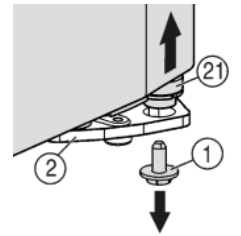
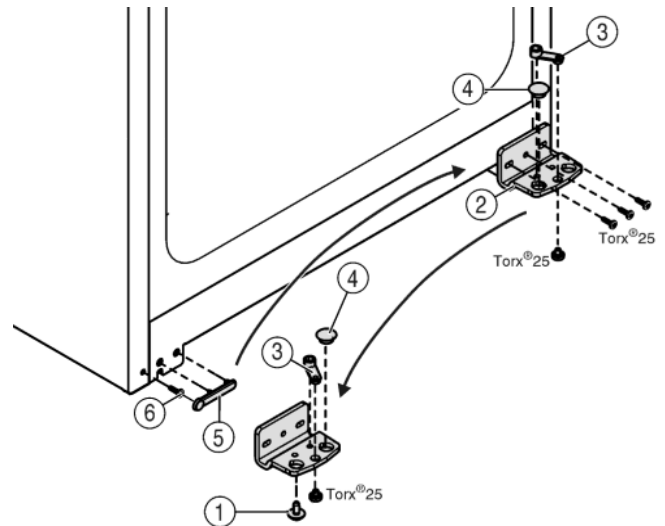

Fig. 4
Fig. 5
- ▶ Dévisser la vis de blocage du support d'appui Fig. 4 (1) en bas à droite.
- ▷ Le pivot d'appui Fig. 4 (21) se desserre du support d'appui Fig. 5 (2).
- ▶ Si le pivot d'appui Fig. 4 (21) ne se desserre pas, chasser le support par le bas.
- ▶ Dévisser le support d'appui Fig. 5 (2).
- ▶ Dévisser l'élément pivotant Fig. 5 (3) et le permuter dans le trou opposé du support d'appui, revisser à fond.
- ▶ Retirer le bouchon Fig. 5 (4) du support d'appui et le placer dans le trou du côté opposé au support d'appui.
- ▶ Retirer le cache Fig. 5 (5) côté poignée avec précaution.
- ▶ Retirer la vis Fig. 5 (6) et la revisser sur le côté opposé.
- ▶ Remettre en place le cache Fig. 5 (5).
- ▶ Revisser le support d'appui Fig. 5 (2) sur le nouveau côté charnière, en utilisant une visseuse sans fil si nécessaire, avec un couple de serrage de 4 Nm.
- ▶ Visser la vis d'arrêt Fig. 4 (1) en bas dans le pivot d'arrêt et la serrer à fond (avec 4 Nm).